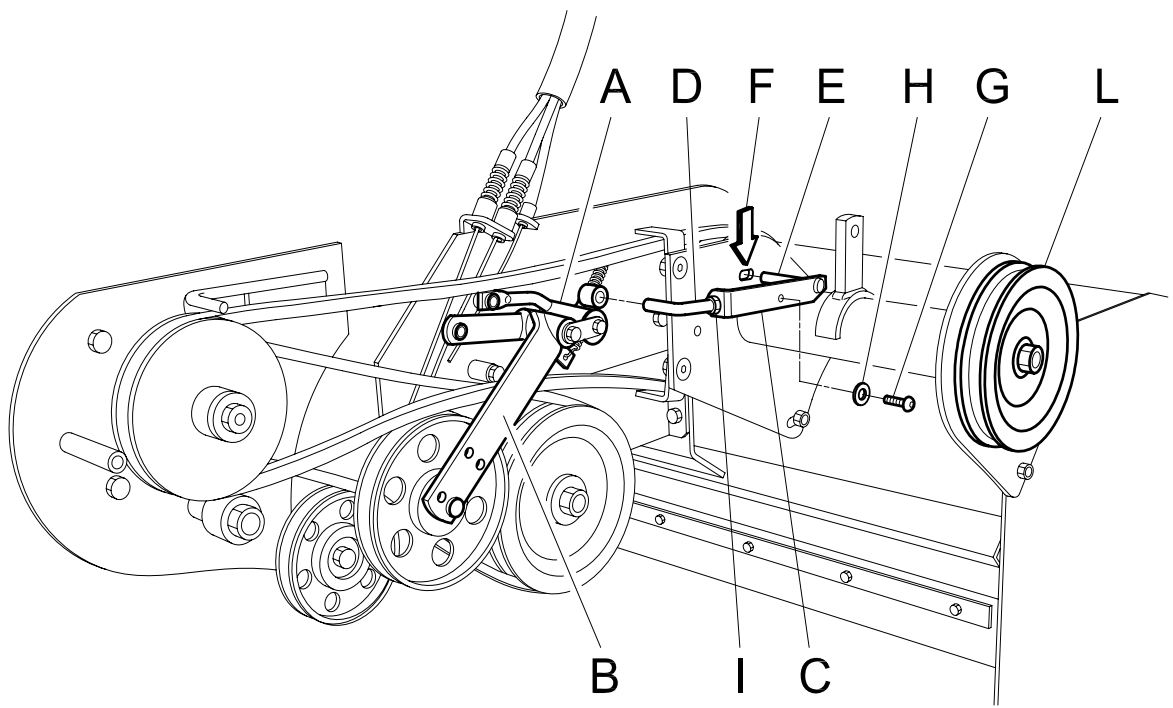

Figure 6
Après avoir retiré la vis de réglage du frein (Fig. 6, réf. C) en dévissant la vis prévue à cet effet (Fig. 6 Réf. G) procéder comme suit pour obtenir un fonctionnement correct de la machine :
Vérifier que le renvoi de commande du frein du rotor (Fig. 6 réf. A) soit en position de repos, c'est-à-dire appuyé au tendeur de rotation du rouleau.(Fig. 6 Réf. B)
Placer la commande du frein rotor (Fig. 6 Réf. C) déjà pré-équipée du goujon fileté (Fig. 6 réf. D) de façon à ce que le goujon fileté entre dans le logement du renvoi de commande du frein du rotor prévu à cet effet (Fig. 6 Réf. A) sans que le frein ne bouge de sa position de repos et de sorte que le goujon (Fig. 6 réf. E) de commande du frein butte dans la partie antérieure de la boutonnière de renvoi des poulies sans forcer (Fig. 6 réf. F).
Fixer la commande du frein du rotor à l'aide de la vis (Fig. 6 réf. G) en veillant à ce que cette dernière coulisse facilement : la rondelle (Fig. 6 réf. H) doit pouvoir bouger librement après serrage du contre-écrou prévu à cet effet.
Lors du blocage du contre-écrou du goujon fileté (Fig. 6 réf. I), vérifier que le goujon reste suffisamment libre à l'intérieur du siège prévu à cet effet dans le mouvement du commande du frein (Fig. 6 Réf. A), et ce sans forcer pour entrer.
Lorsque le levier d'embrayage du rotor se trouve dans cette position, vérifier que cette dernière puisse tourner en agissant d'une main sur la poulie du frein (Fig. 6 Réf. L) ; dans le cas contraire, agir sur la vis de réglage du câble du frein du rotor afin de permettre à la poulie de tourner (Fig. 5 Réf. E).
- Retirer la vis de réglage du frein (Fig. 6 Réf. C) en dévissant la vis (Fig. 6 Réf. G).